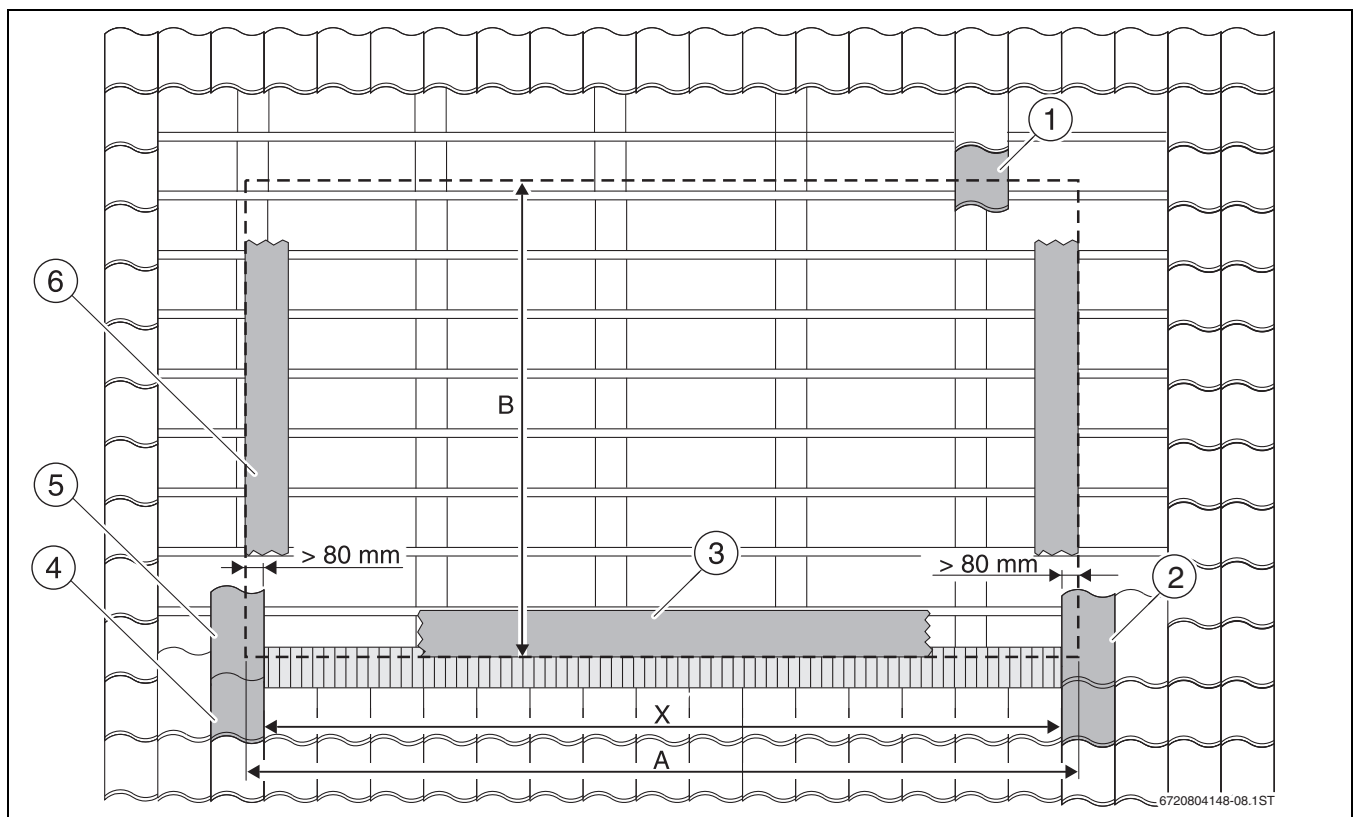

Рис. 19 Расположение поля коллекторов
- ▶ Определите правый ряд черепицы (→ рис. 19, [2]), который
- ▶ С учётом размера В определите нижний ряд черепицы (→ рис. 19, [4]).
- ▶ Определите верхний ряд черепицы (→ рис. 19, [1]), который позднее при необходимости нужно будет обрезать.